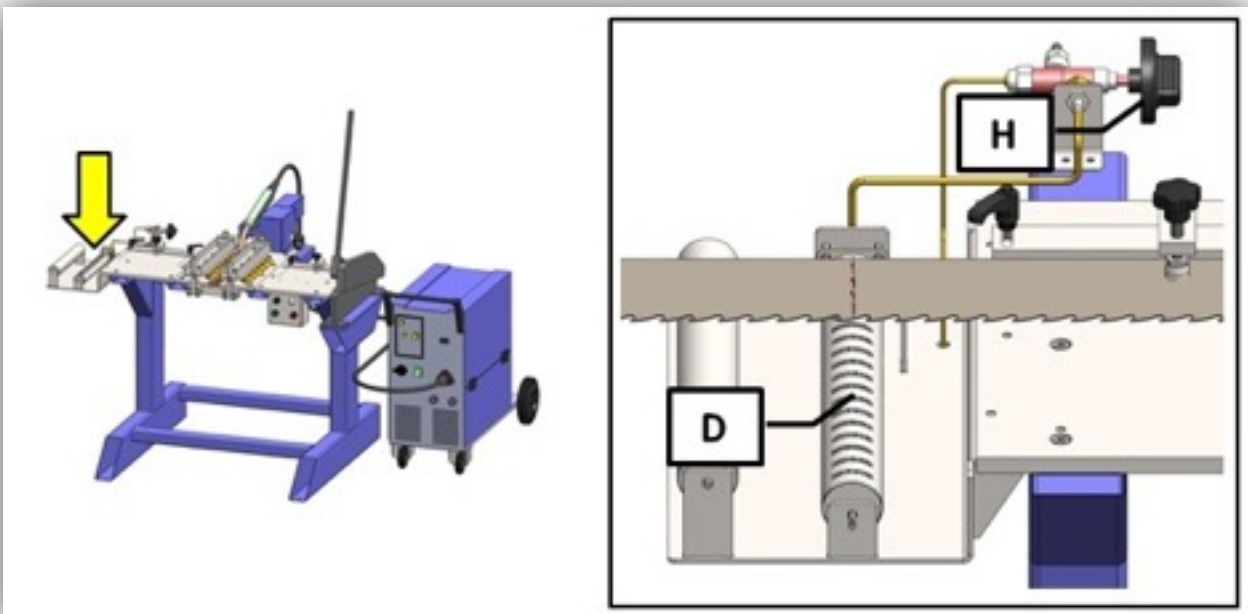

Figura 31
❶ Después de retirar las dos perlas de soldadura de la cinta, coloque las soldaduras realizadas hasta el momento en el centro del quemador D (consulte la Figura 31).